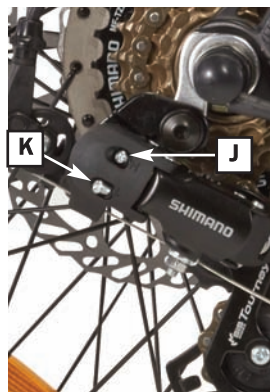

Abb. 17
1. Am Schalthebel (21) die Kette auf das kleinste Ritzel am Schaltwerk (9) schalten.
2. Die Stellschraube **J** (Abb. 17) solange drehen, bis die Kettenleitrolle exakt unter dem kleinsten Ritzel steht.
5. Die Kette darf auf keinen Fall die Speichen berühren. Ggf. mit der Stellschraube **K** (Abb. 17) korrigieren.